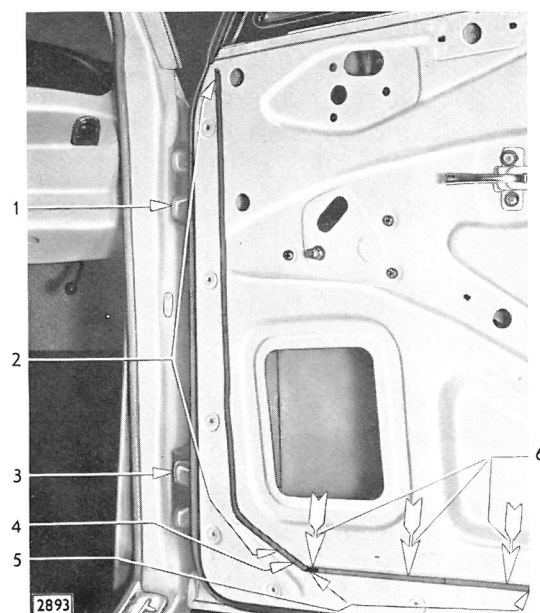

Bild 45 - Plastische Masse auf Tür, vorn, für Isolierpapier (Ausschnittvergrößerung von Bild 44)
- 2 Plastische Masse auf Tür, vorn (siehe auch Bild 45)